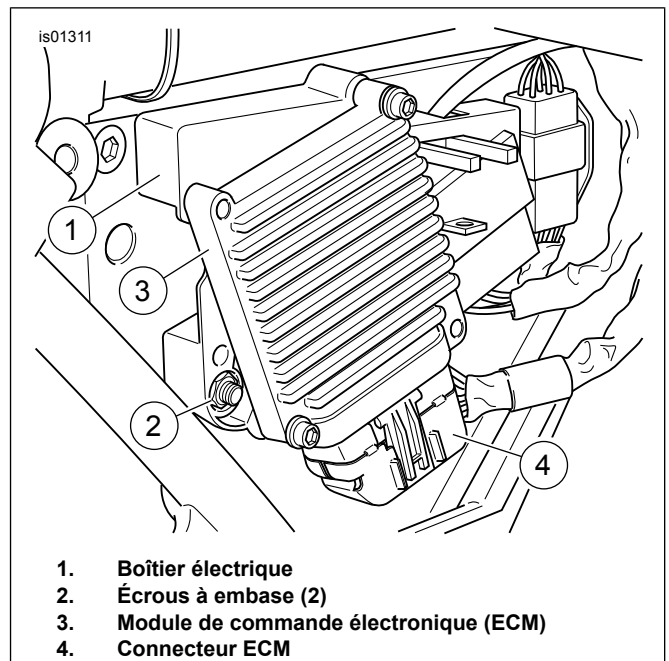

Figure 13. Support électrique (modèles Touring 2002-2007)
4. Voir la Figure 13. Retirer les deux écrous à brides (2) du support électrique (1). Tirer l'ensemble du support, avec le module de commande électronique (ECM) et le connecteur y étant attachés, vers l'extérieur du côté du boîtier de la batterie.